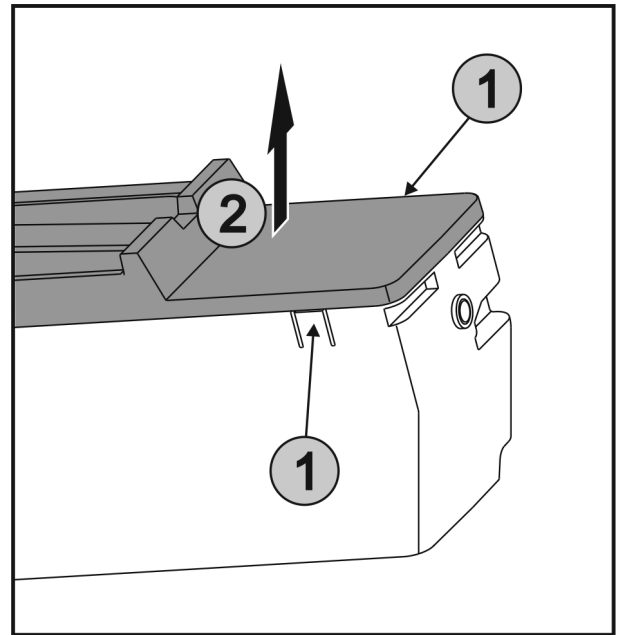

Fig. 81
- ▶ Lippen Fig. 81 (1) aan beide zijden van EasyTwist-Ice gelijktijdig indrukken en de afdekking Fig. 81 (2) omhoog verwijderen.